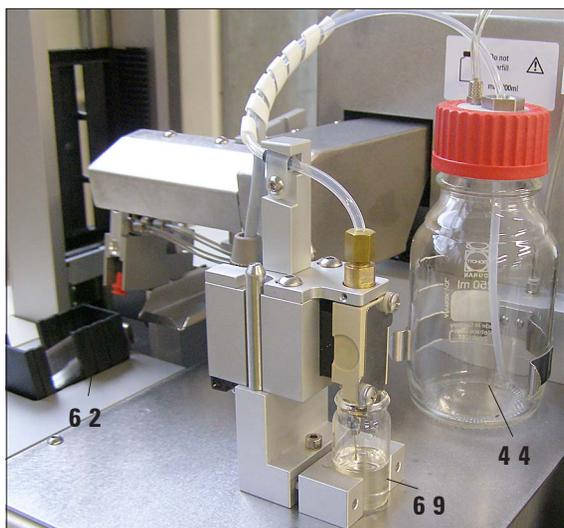

Fig. 43
- Premere il tasto "**PRIME**" finché il mezzo di montaggio non fuoriesce privo di bolle, quindi portare l'erogatore in posizione di preparazione (Fig. 43)